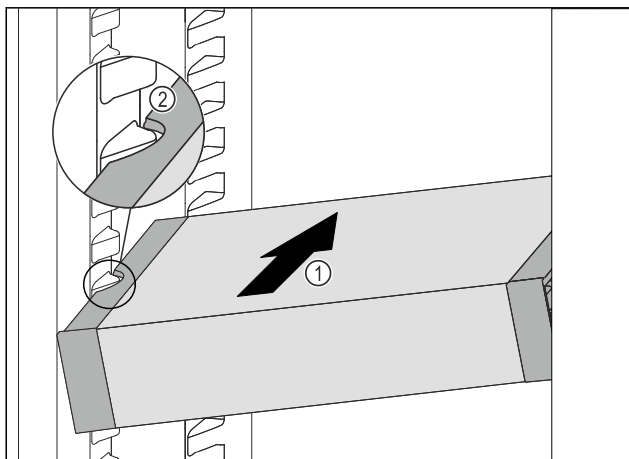

Fig. 128
- Inserire VarioSafe ad angolo nel vano frigorifero Fig. 128 (1), fino a quando le cavità laterali Fig. 128 (2) di VarioSafe non si trovano al livello della nervatura del contenitore nel vano frigorifero.